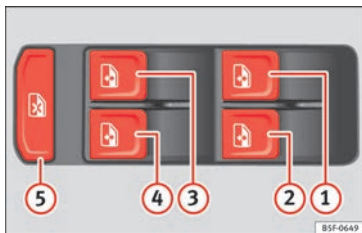

Fig. 127 Détail de la porte du conducteur : commandes des fenêtres.
La commande de sécurité 5 » fig. 127 vous permet de désactiver les touches de lève-glaces sur les portes arrière. Si vous appuyez de nouveau sur la commande de sécurité 5, les commandes des portes arrière se réactiveront.
- Si des enfants voyagent sur la banquette arrière, pour des raisons de sécurité, il est recommandé d'utiliser le commutateur de sécurité 5 » fig. 127, qui désactive les commandes des glaces arrière.